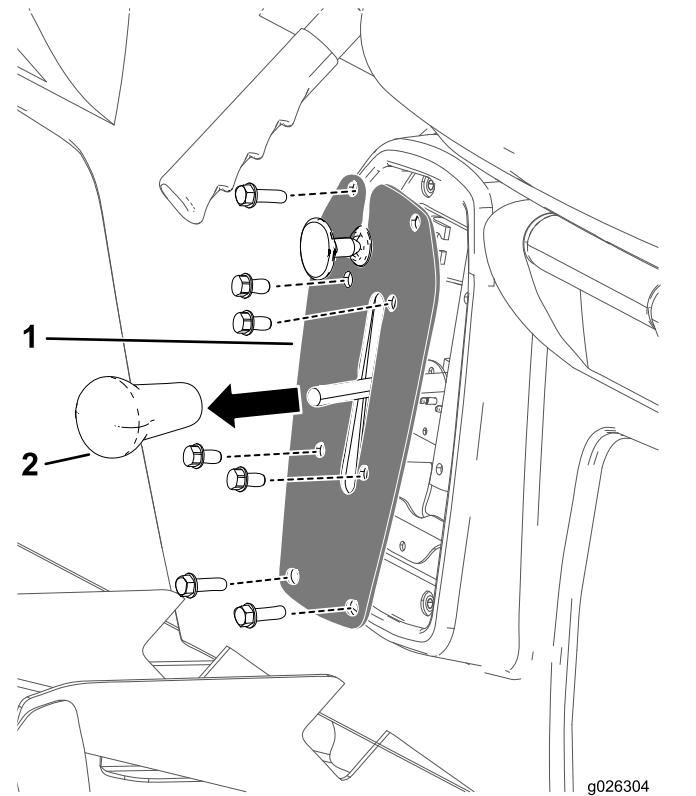

Figure 39
- Retirez le pommeau du levier inverseur de marche (Figure 39).
- Retirez les 4 boulons qui fixent la grille d'inverseur à son support (Figure 39).
- Retirez les 4 boulons qui fixent la grille d'inverseur sur la base des sièges et déposez la plaque (Figure 39).
4. Revissez le pommeau sur le levier inverseur et serrez-le à la main (Figure 39).